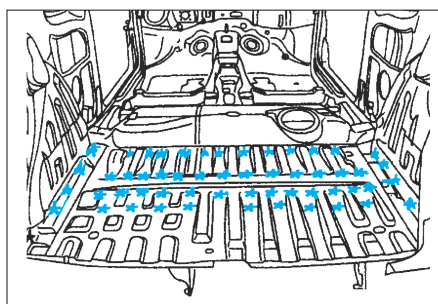

FIG. 148
- Découper par fraisage des points (Fig.148).